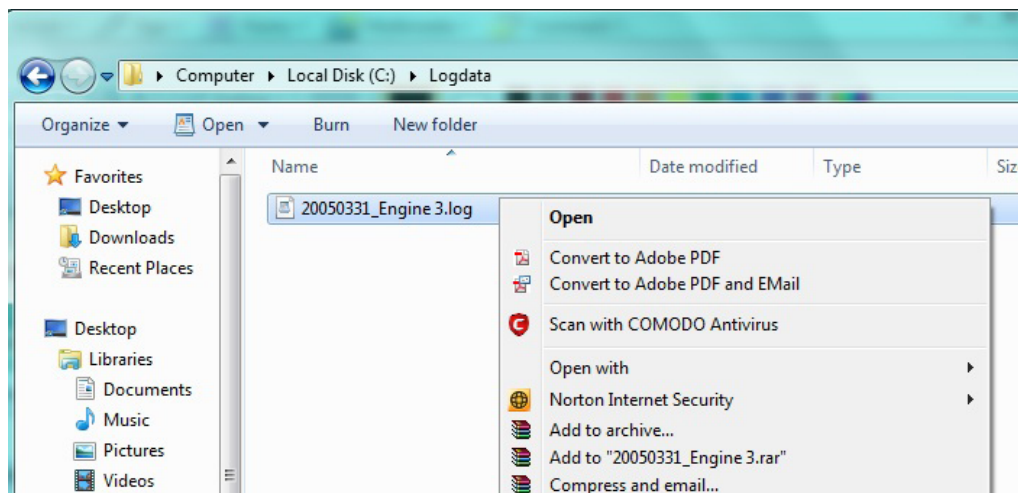

Fig. 3.11. Screenshot
- 1) Klicken Sie mit der rechten Maustaste auf die gewünschte Datei, die komprimiert werden soll. Es sollte sich ein Menü öffnen (siehe Abb. 3.11.).